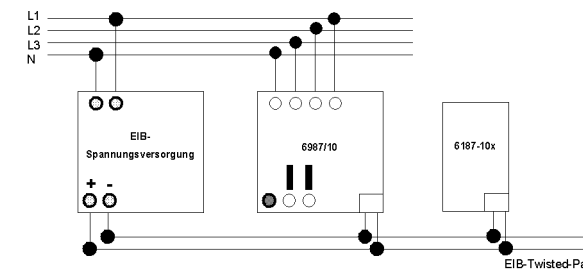
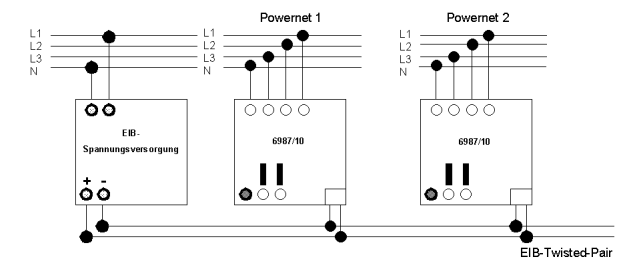

Fig. 1
Fig. 2
1. Busspannungsversorgung über eine separate EIB-Spannungsversorgung: s. Fig. 1 (Medienkoppler) oder Fig. 2 (Bereichskoppler)